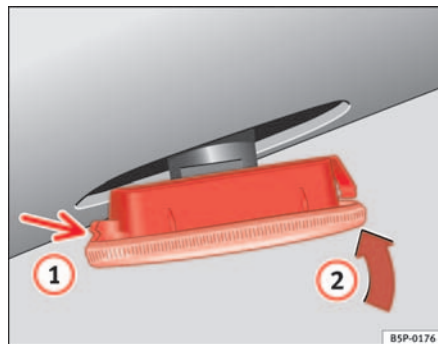

Fig. 150 Clignotants latéraux
- Placez d'abord le clignotant dans l'orifice de la carrosserie, en emboîtant les agrafes (1) ⇒ fig. 150, puis emboîtez la lampe comme indiqué par la flèche (2) ⇒ fig. 150 ■